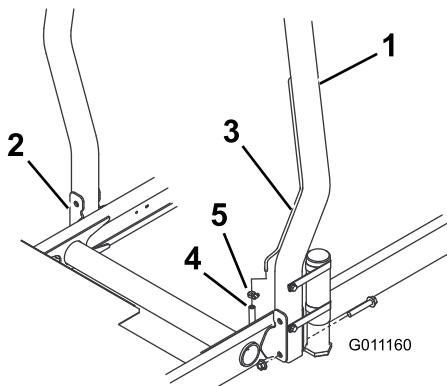

Figura 9
- Baixe o arco de segurança até aos suportes de montagem da unidade de tracção, alinhando os furos de montagem. Certifique-se de que o tubo de ventilação no arco de segurança fica do lado esquerdo da máquina (Figura 9).
- Fixe cada lado do arco de segurança aos suportes de montagem com 2 parafusos de cabeça flangeada e porcas de bloqueio (Figura 9). Aperte os parafusos com 81 Nm.